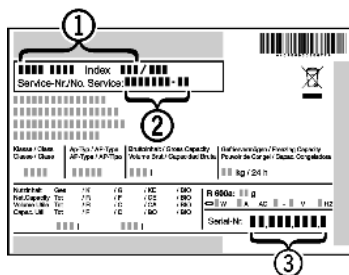

Fig. 7
- ▶ Leggere la denominazione dell'apparecchio Fig. 7 (1), il n° assistenza Fig. 7 (2) e il n° di serie Fig. 7 (3) sulla targhetta identificativa. La targhetta identificativa è situata all'interno dell'apparecchio, sul lato sinistro.
- ▶ Informare il servizio di assistenza e comunicare il difetto, la denominazione dell'apparecchio Fig. 7 (1), il n° assistenza Fig. 7 (2) e il n° di serie Fig. 7 (3).